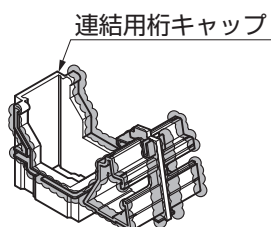
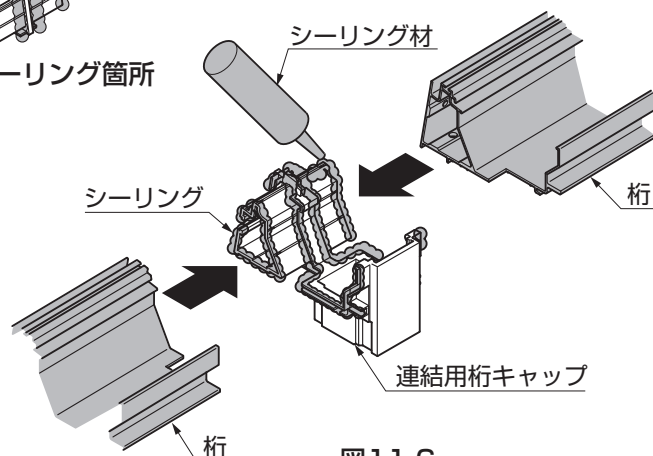

図11-5 シーリング箇所
図11-6
- ①連結用桁キャップに、シーリングをしてください。(図11-5、図11-6参照)